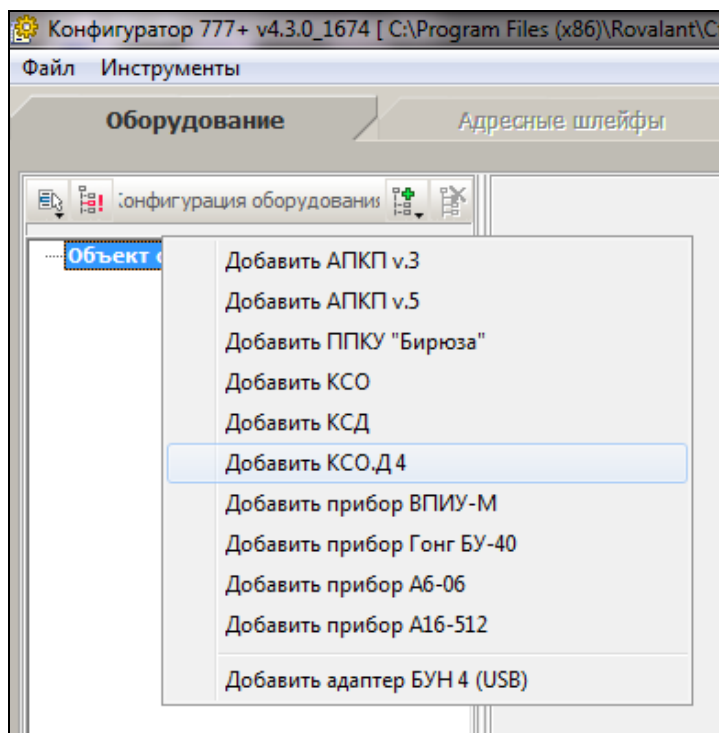

Рис.20
2). В закладке «оборудование» добавить установленные КСО.Д (рисунок 20).